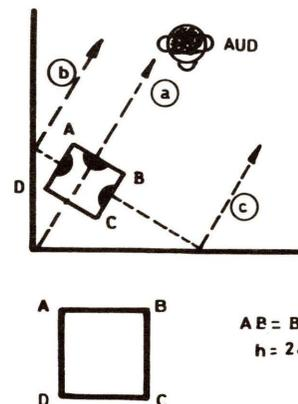

Figure 5
De ce fait, on peut se rendre compte du peu d'intérêt d'un haut-parleur orienté vers le coin proche de la face de base DC (voir **figure 5**). Les trois haut-parleurs rempliront alors, les mêmes fonctions que ceux de l'enceinte à base triangulaire, en permettant de produire des sons directs selon la direction (a) et des sons réfléchis selon les directions (b) et (c).
Les dimensions sont indiquées en **(B) figure 5** : $AB = 30$ à 50 cm, $h =$ hauteur = 2 à 4 fois AB . Si AB est petite, regagner du volume en prenant la plus grande.